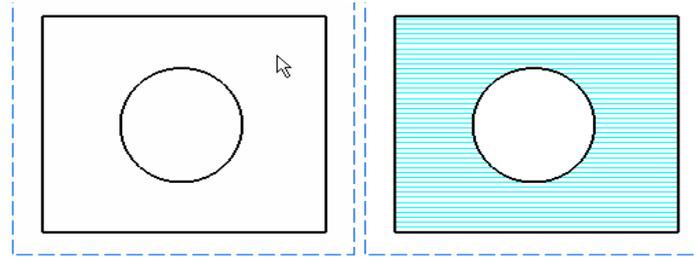

Ilustración 748: Ejemplo de relleno automático.
- Modo *Automatic* : Se marca esta opción dentro del cuadro de herramientas que aparece al activar el icono *Area Fill*, y a continuación se selecciona el área a rellenar, pulsando con el ratón en el interior de la zona deseada. De forma automática el programa detectará la zona, como se observa en la Ilustración 748.